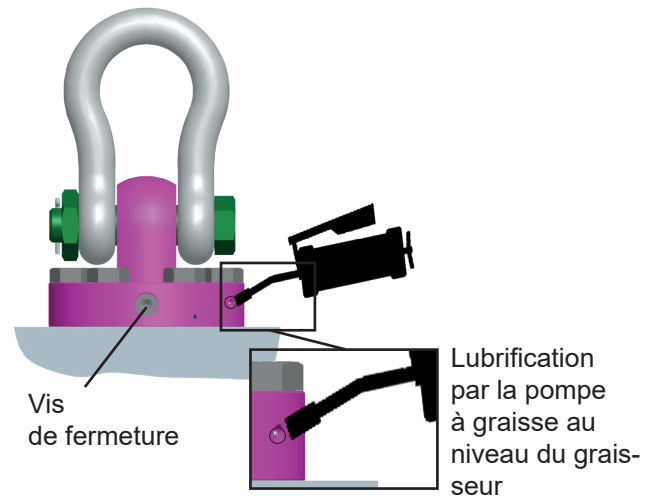

Fig. 7 : Lubrification
- Vérifier le serrage de la vis de fermetures (fig. 7)
Pour la maintenance et la lubrification régulières du palier du WBPG, utilisez le lubrifiant universel AVIALITH 2EP ou un lubrifiant équivalent. Pour cela, utiliser une pompe à graisse avec embout pour graisseurs coniques (voir fig. 7).